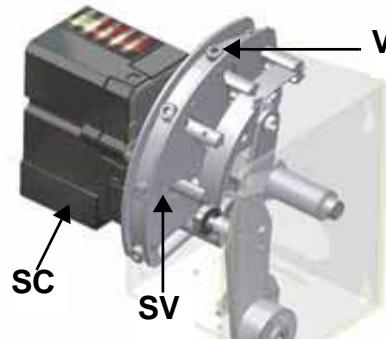

Рис. 35
- 10 а в большом пламени и с сервоприводом в положении 90° найти винт **V** варьируемого сектора **SV** (Рис. 35), соответствующий подшипникам, которые скользят по пластинке и соответствуют положению сервопривода
Примечание: Если необходимо изменить мощность горелки в режиме малого пламени, необходимо воздействовать напрямую на соответствующий кулачок сервопривода (см. следующий параграф). После этой операции проверить расход газа и анализы уходящих газов через штуцеры по отбору давления. При недостатке или избытке воздуха воздействовать на винты **V** варьируемого сектора (Рис. 35) в соответствии с точкой регулирования воздуха в режиме малого пламени (откручивая - расход увеличивается, закручивая - расход уменьшается).